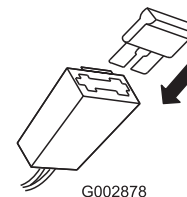

Figure 25
2. Placez le fusible dans le porte-fusible (Figure 25).